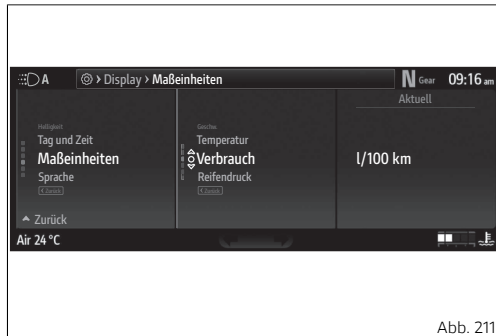

Abb. 211
- Die Angabe „Verbrauch“ (Abb. 211 S.257) markieren, dann die Taste ○ drücken.